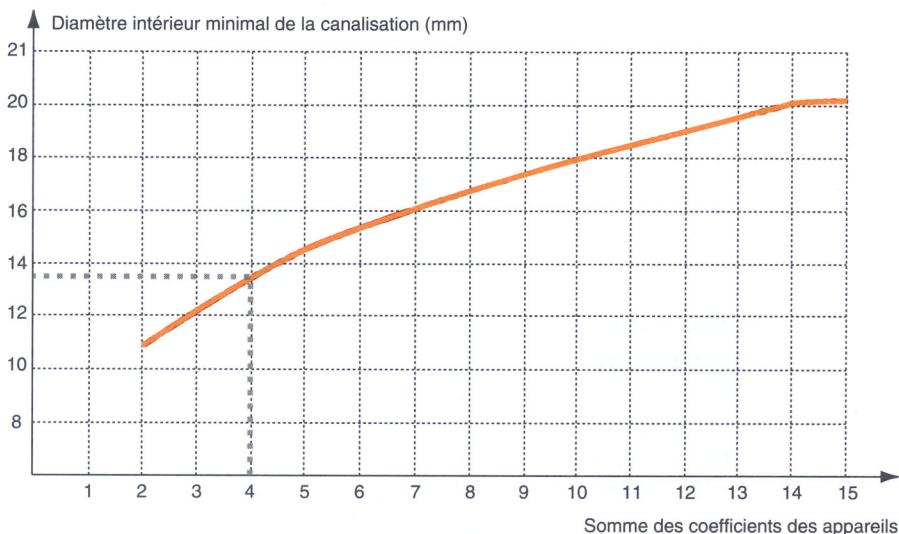

Figure 17 : Le diamètre minimal en fonction du nombre d'appareils
- reportez-vous au tableau de la figure 17 pour déterminer le coefficient de chaque appareil repris sur la canalisation ;
- reportez-vous au graphique de la figure 17. Le diamètre intérieur minimal à utiliser est indiqué à l'intersection de la valeur du coefficient total et de la courbe.
Exemple : une canalisation de salle de bains doit alimenter une douche, un lavabo et un W.-C. avec réservoir. Dans le tableau de la figure 17, on trouve respectivement les coefficients suivants pour ces appareils : 2, 1,5 et 0,5 soit un total de 4. Sur le graphique, l'intersection de cette valeur et de la courbe indique un diamètre minimal compris entre 13 et 14. Le diamètre intérieur à prendre en compte est donc de 14 mm, ce qui correspond dans le commerce à un tube 14/16 ou 16-1 (dans le cas du cuivre).